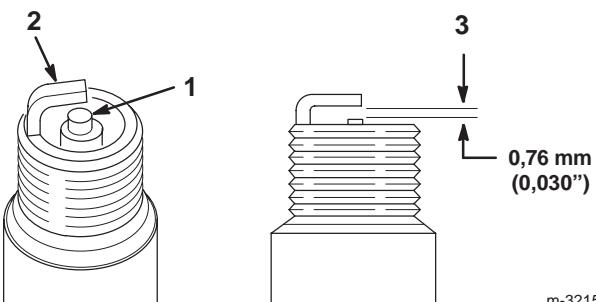

Figure 41
1. Inspectez le centre des bougies (Fig. 41). Si le bec de l'isolateur est recouvert d'un léger dépôt gris ou brun, le moteur fonctionne correctement. S'il est couvert d'un dépôt noir, c'est généralement signe que le filtre à air est encrassé.
2. Contrôlez l'écartement entre l'électrode centrale et l'électrode latérale (Fig. 41). Courbez l'électrode latérale si l'écartement est incorrect (Fig. 41).